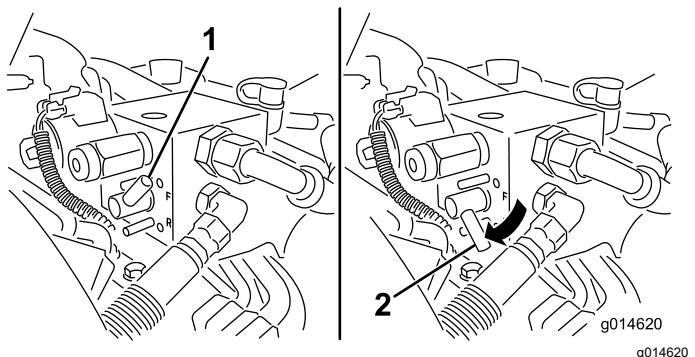

Figura 53
- Gire la palanca de autoafilado a la posición de MARCHA ATRÁS (R) (Figura 53).